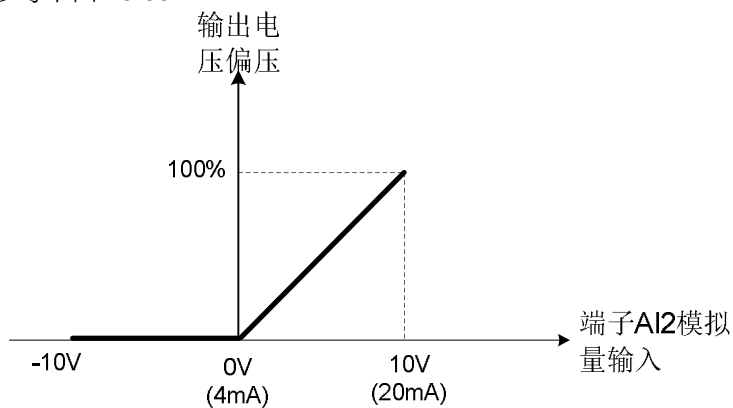

图4.3.39 偏压调整
(4) 输出电压偏压(VBIAS)(设定= 3)。
- 关于VBIAS调整, 参考下图4.3.39。